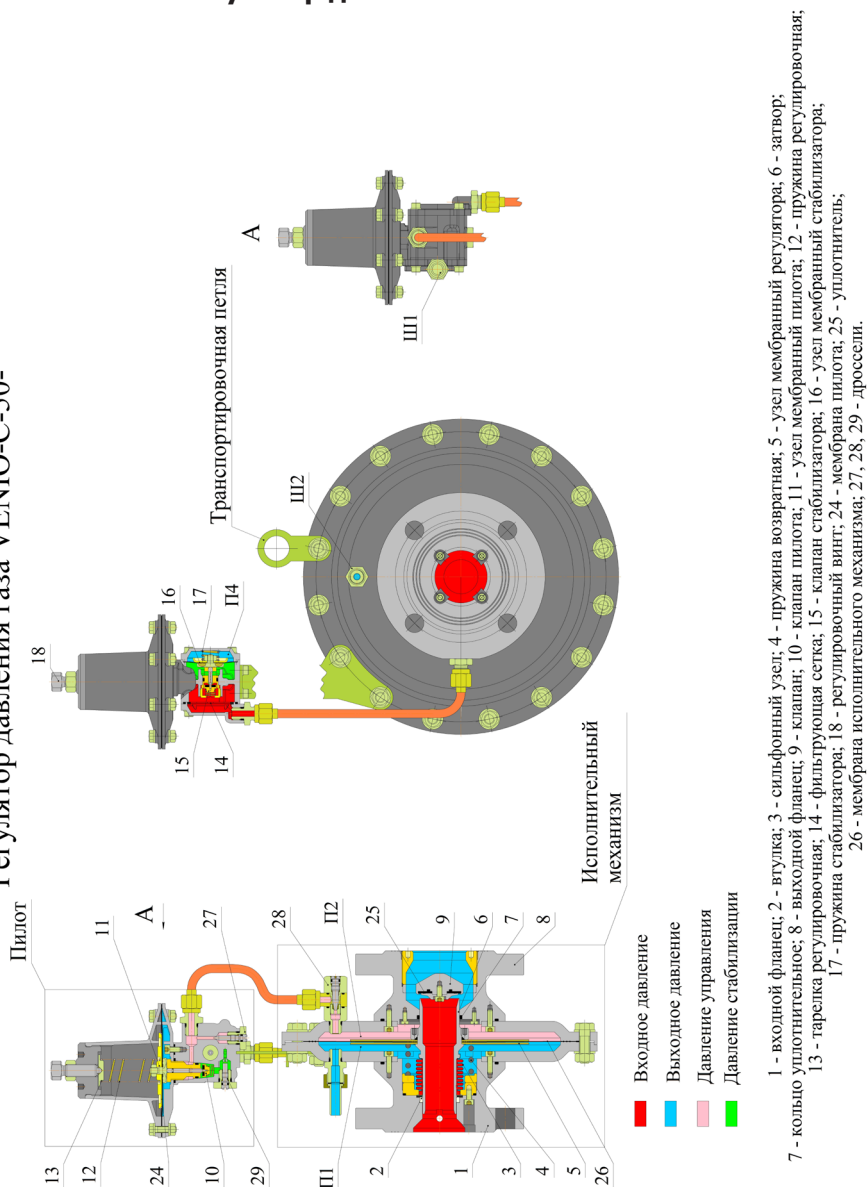
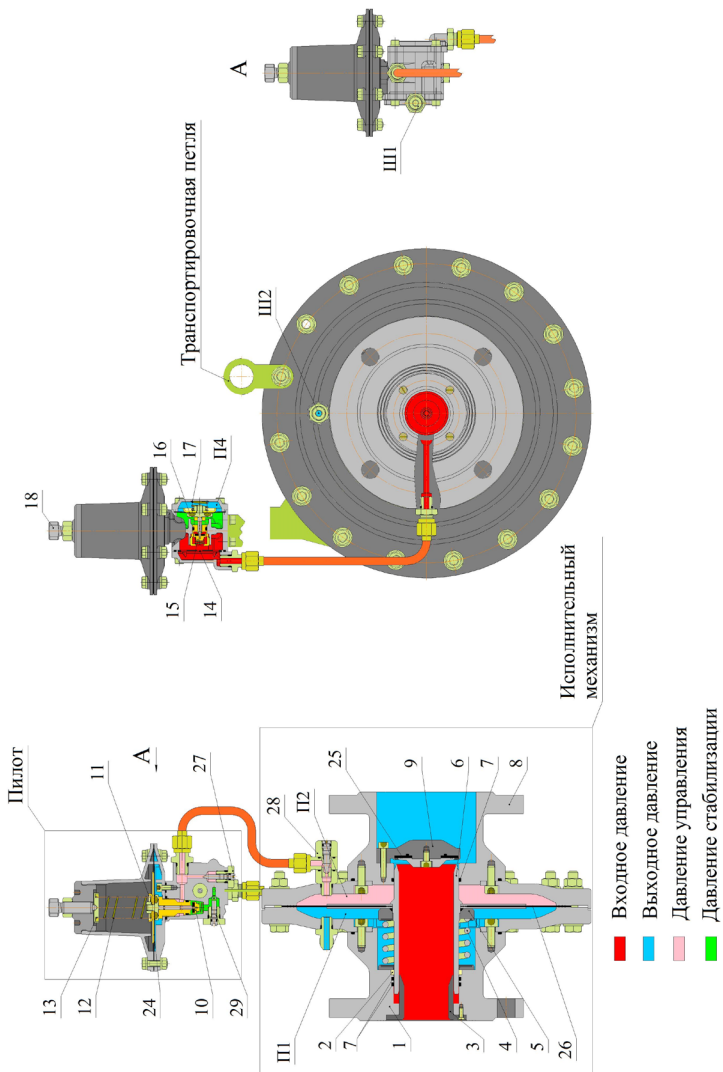
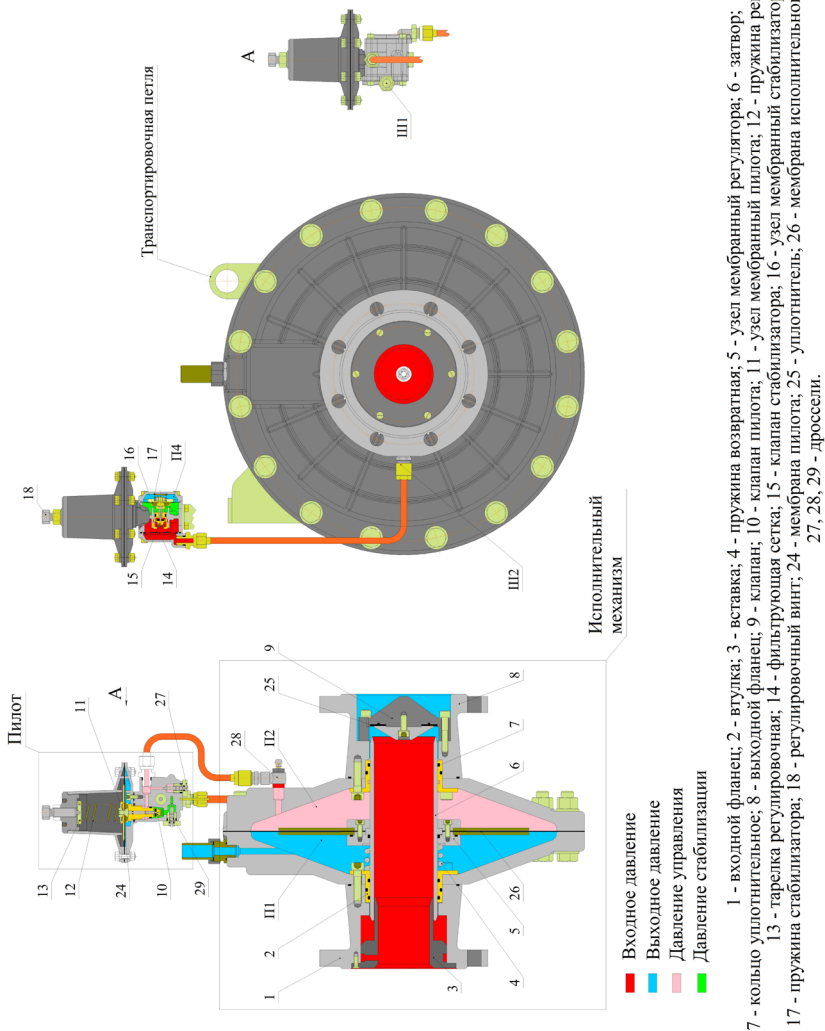

Рисунок 1 - Устройство регулятора
Рисунок 2 - Устройство регулятора
Рисунок 3 - Устройство регулятора
Исполнительный механизм состоит из входного фланца 1, втулок 2, возвратной пружины 4, мембранного узла 5, затвора 6, уплотнительного кольца 7, выходного фланца 8, клапана регулятора 9. Исполнительный механизм VENIO-C-50 отличается от исполнительного механизма VENIO-C-80 и VENIO-C-100 тем, что в нем установлен сильфонный узел (рис. 1), а в VENIO-C-80 (VENIO-C-100;-200) установлены уплотнительные кольца 7 (3 шт.) и вставка 3 (рис. 2, рис. 3).
**2.2.5** Устранение автоколебаний выходного давления и регулировка быстродействия регулятора производится при помощи дросселей 27, 28, 29 (рис. 1).